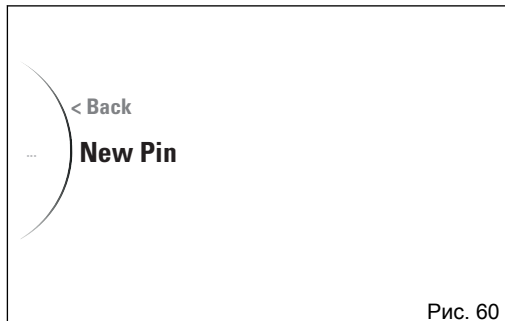

Рис. 60
- Выберите пункт «New Pin» (Рис. 60) и нажмите на кнопку ENTER.